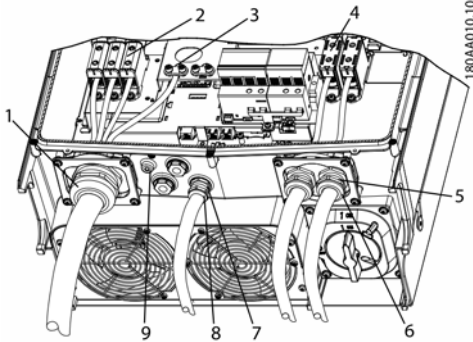

Figure 5.2 : Présentation de l'onduleur avec mentions de couple
Si les plots de remplissage sont retirés (voir (7) sur la figure 5.2), utilisez des fixations de type 3, 3S, 4,4X, 6, 6P.